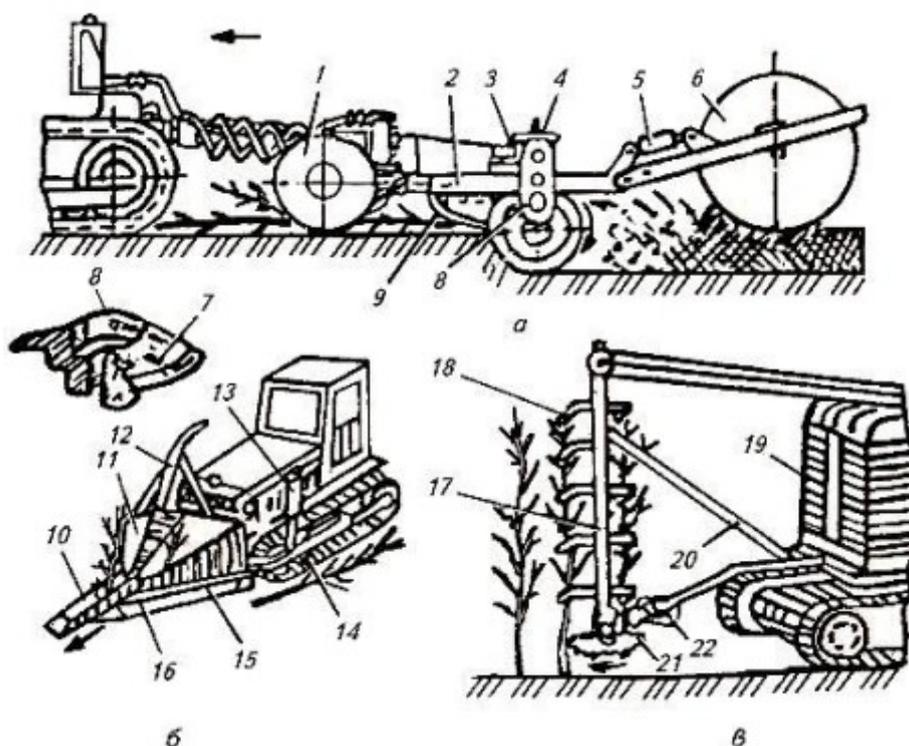

Рис. 1. Машины для удаления кустарника.
**В** процессе подготовки освоения земель применяются машины для удаления кустарника [рис. 1], уборки камней, корчевания пней, выравнивания рельефа поля.
**Фреза (21)** срезает деревья и кустарник во время поворота платформы (19), затем они (после срезания) становятся на защитный диск, прислоняясь к клыкам (18) отладчика. При завершении рабочего хода происходит выгрузка деревьев в вал, который образуется справа от кустореза. Находясь в одной позиции, кусторез МТП-43 способен срезать полосу кустарника 16 м шириной. Производительность данного кустореза составляет до 0,1 га/ч.